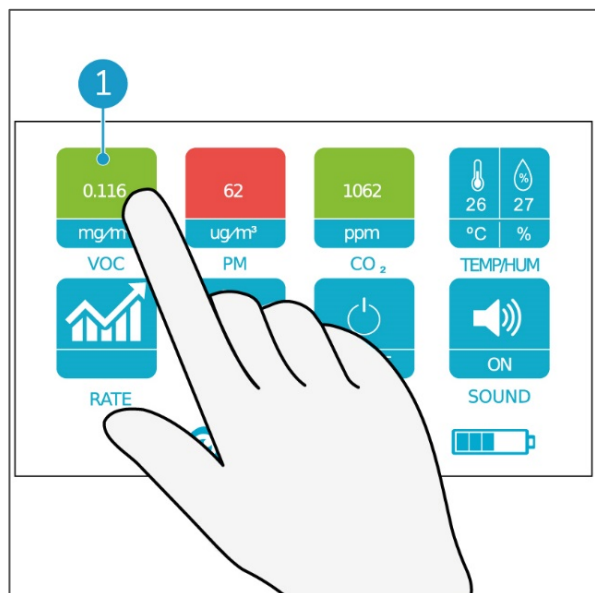

Figura 10
1. Tocca il tasto COV (Figura 10, pos 1) con il dito.